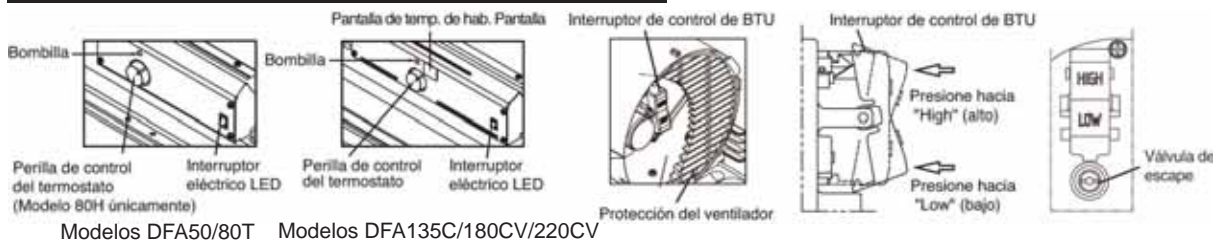

Figura 8. Controles para todos los modelos
5. Presione el “interruptor de control de BTU” al Nivel "Alto" (Consulte la figura 8). (Modelos DFA180CV/220CV únicamente)